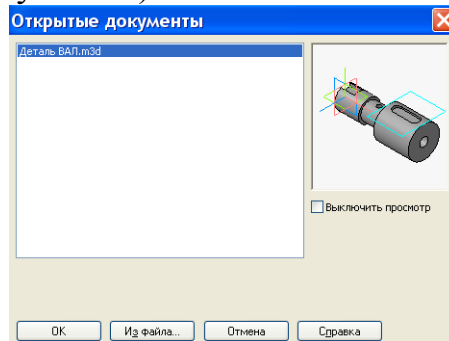

Рисунок 19.
17. На левой вертикальной панели выбираем  - **Виды**,  - **Стандартные виды**. Из предложенных программой файлов деталей выбираем свой файл (рисунок 19).